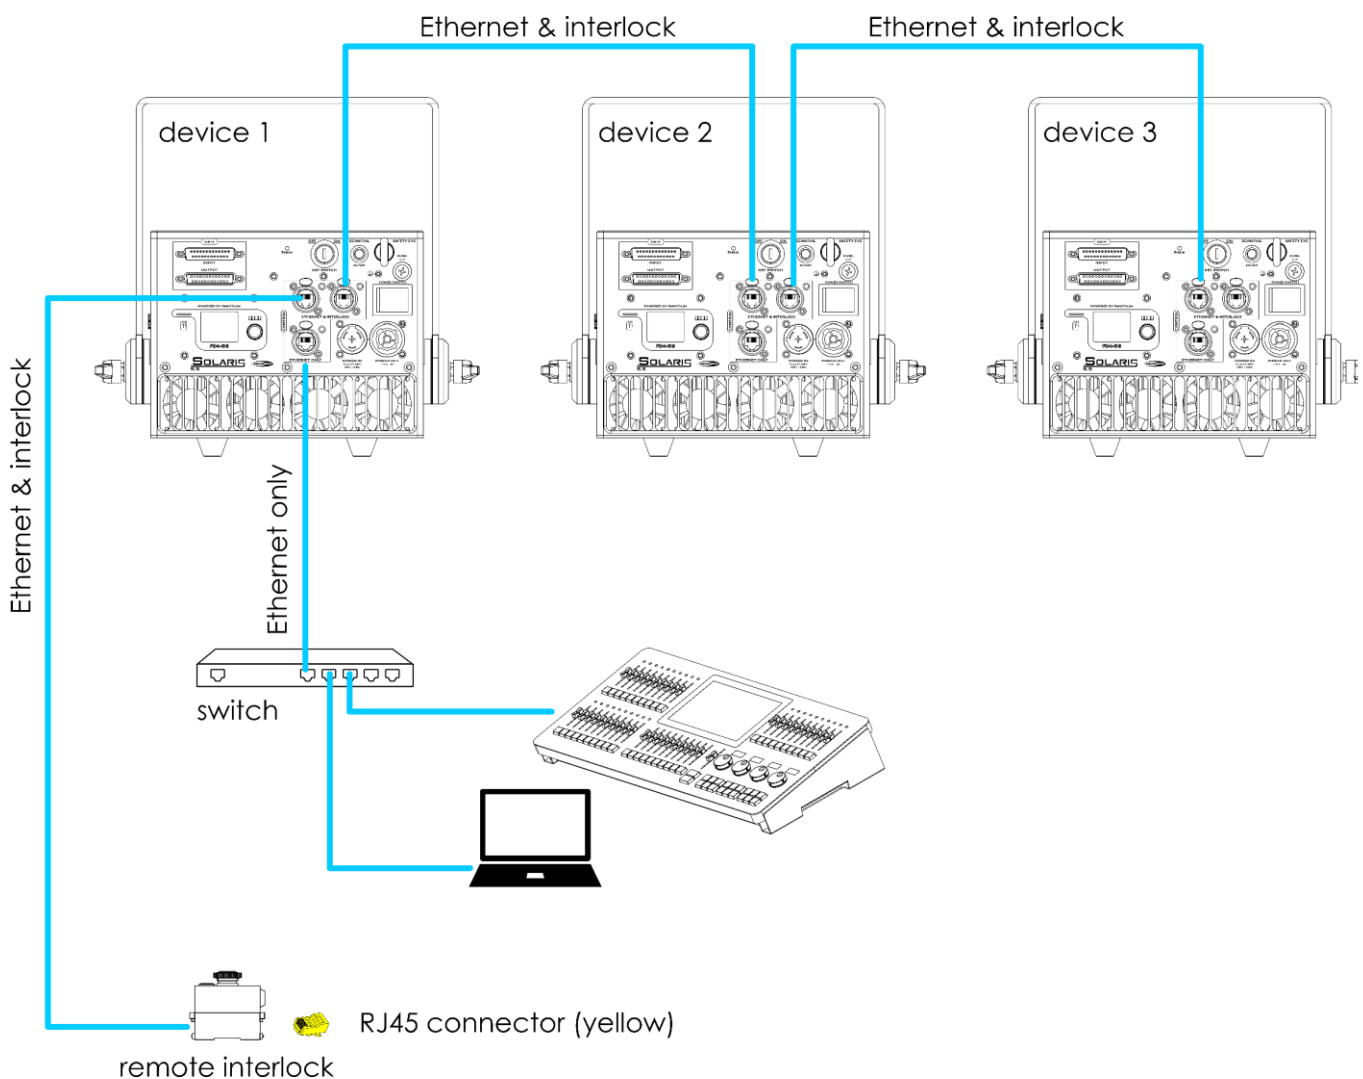

Fig. 14
- 01) Collegare il connettore RJ45 del computer/controller luci al **connettore RJ45 solo Ethernet (24)** del primo dispositivo con un cavo CAT-5/CAT-5E/CAT-6. Per le configurazioni più grandi, è possibile utilizzare uno switch tra il primo dispositivo della configurazione e il computer/controller luci
- 02) Collegare il **connettore RJ45 (33)** dell'interblocco remoto, fornito con il dispositivo, a uno dei **connettori RJ45 Ethernet & interblocco (13)/(16)** del primo dispositivo della configurazione con un cavo CAT-5/CAT-5E/CAT-6.
- 03) Collegare l'altro **connettore RJ45 Ethernet & interblocco (13)/(16)** del primo dispositivo a uno dei **connettori RJ45 Ethernet & interblocco (13)/(16)** del secondo dispositivo dell'installazione con un cavo CAT-5/CAT-5E/CAT-6.
- 04) Ripetere il passo 3 per collegare tutti i dispositivi come mostrato nella Fig. 14.
- 05) Inserire il connettore RJ45 (giallo), fornito con il dispositivo, nel **connettore RJ45 (32)** dell'interblocco remoto.